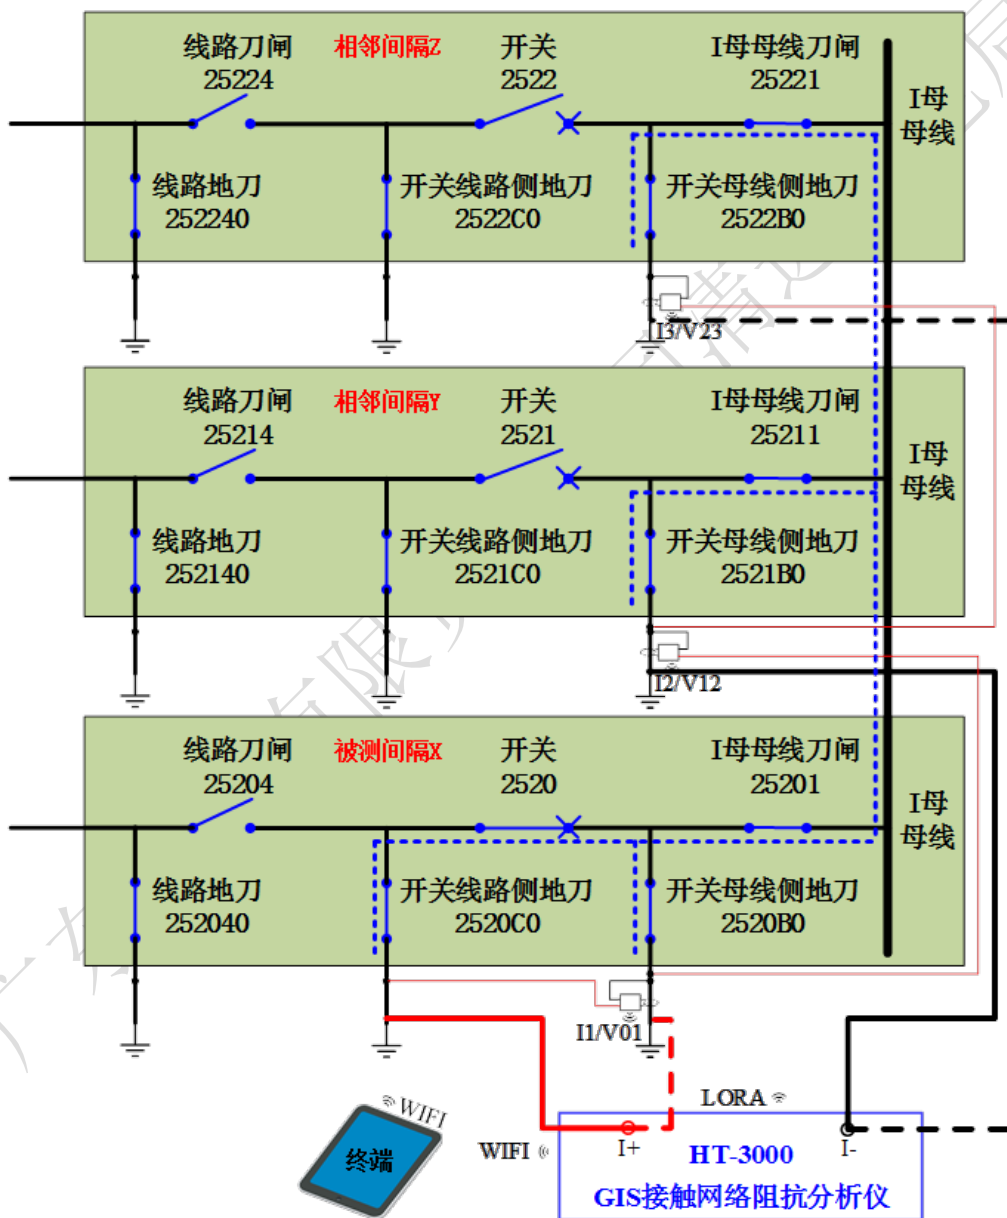
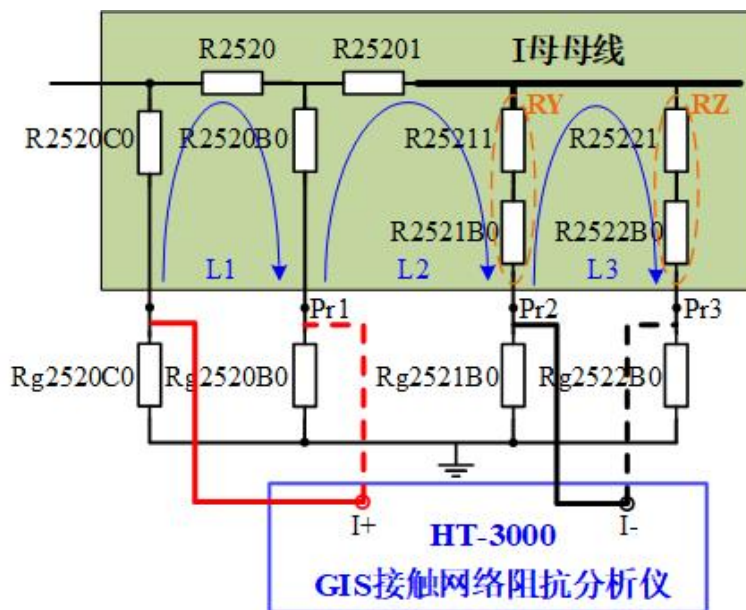

图 4 GIS 接触网络阻抗分析仪三间隔测试原理示意图
图 5 GIS 三间隔测试等效电阻网络
当停电间隔数量大于 2 个时，在间隔之间构建如图 4 蓝色虚线所示的 T 型网络，图 5 所示为其等效电阻网络。对这个电阻网络的施加两次不同的激励，并在出线端和地刀接地点处测量电压和电流，具体如下，
- 第一次施加激励：在被测间隔地刀 XC0 和相邻间隔地刀 YB0 的接地处之间连接电源，如图 4 红色和黑色粗实线所示；
地处之间连接电源，如图 4 红色和黑色粗虚线所示。
每次施加激励时，在图 4 所示的三个地刀接地点处测量电流（在被测间隔地刀 XB0、相邻间隔地刀 YB0 和另一相邻间隔地刀 ZB0 处测量电流），在测试时以电流流入 GIS 设备作为电流正方向。在如图 2 所示的四个地刀接地点处两两测量电压（在被测间隔地刀 XC0 与地刀 XB0、被测间隔地刀 XB0 与相邻间隔地刀 YB0、相邻间隔地刀 YB0 和另一相邻间隔地刀 ZB0 之间测量电压）。
对于每一次施加激励，都可以对图 5 所示的 L1、L2 和 L3 三个回路列写回路电流方程，因此，施加两次不同的激励，可以得到 6 个回路电流方程，且这 6 个回路电流方程不具有相关性，如式(2)，其中下标带 A1 的各个变量为第一次施加激励时通过无线钳表测得的电压和电流数据，下标带 A2 的各个变量为第二次施加激励时通过无线钳表测得的电压和电流数据。通过解此方程可以保证解得地刀 XC0 电阻与开关 X 电阻之和，地刀 XB0 电阻、母线刀闸 X1 电阻、另两个间隔的母线刀闸与开关母线侧电阻之和。结合第一步间隔内部的测试已经单独得到地刀 XC0 的电阻，以及此时得到的地刀 XC0 电阻与开关 X 电阻之和，即可得到开关 X 单独的电阻。